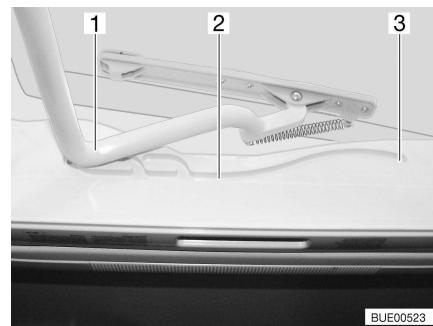

Fig. 35 Oblò Heki, guida
■ Tirare la staffa (Fig. 35,1) nelle guide (Fig. 35,2) fino alla posizione più all'indietro (Fig. 35,3).
Chiusura: ■ Spingere la staffa (Fig. 35,1) leggermente verso l'alto con ambedue le mani.
- Tirare la staffa nelle guide (Fig. 35,2) fino alla posizione desiderata.